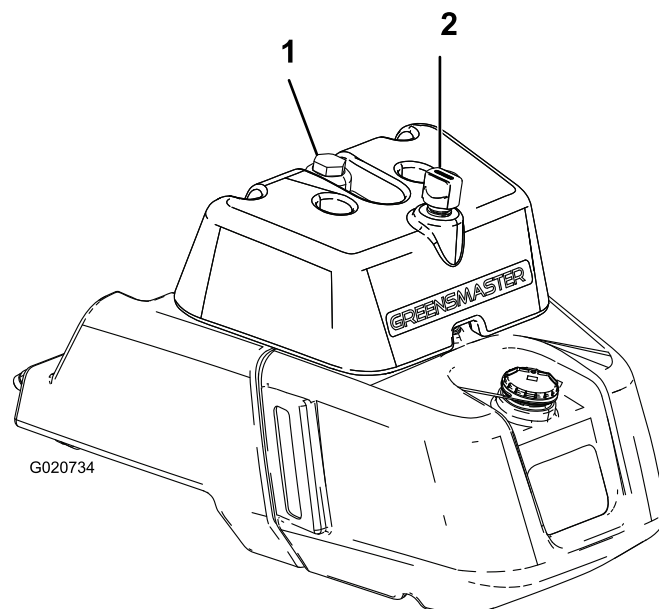

Рисунок 24
2. Снимите крышку с бака (Рисунок 24).